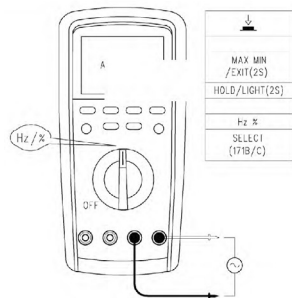

рис.8
**6. измерение частоты DISCHARGE / продолжительности включения (см. рис. 8)**